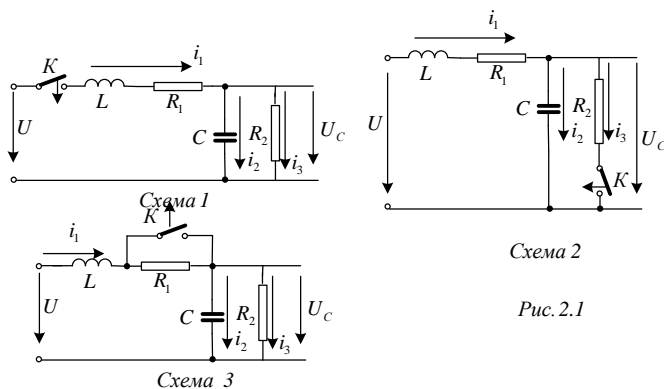

Рис. 2.1
2. По базе данных (табл.2.1) для своего варианта определить параметры электрической цепи (рис. 2.1), питающей от трехфазной сети синусоидального тока.
В электрической цепи (рис. 2.1), питаемой от сети постоянного тока, происходит коммутация ключом К.